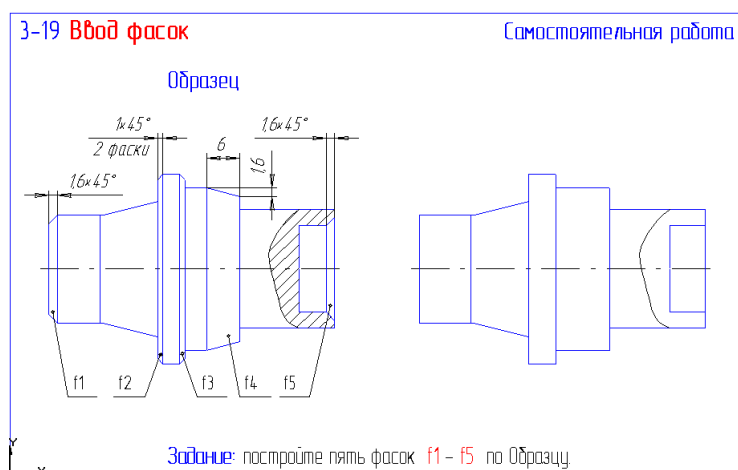

Рис. 25
27. Откройте файл фрагмента 3-19 (рис. 25) и выполните построение фасок на чертеже по образцу. Результат сохраните.